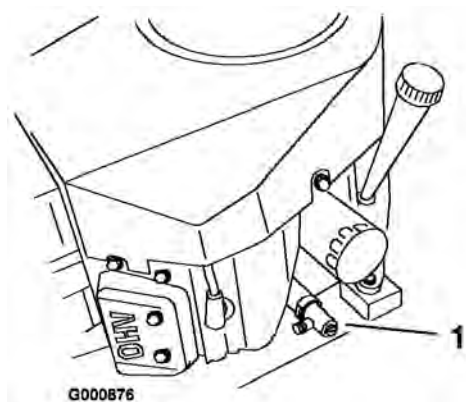

Bild 25
5. Schieben Sie den Ablassschlauch auf das Ölablassventil (Bild 25).
6. Stellen Sie eine Auffangwanne unter den Ölablassschlauch. Öffnen Sie das Ventil entweder mit einem Flachschraubenschlüssel oder einem 10 mm Schlüssel (Bild 25).
7. Drehen Sie das Ventilende nach links, um das Ventil zu öffnen (Bild 25).
8. Drehen Sie nach dem kompletten Abfließen des Öls das Ablassventil nach rechts, um es zu schließen (Bild 25).
10. Reinigen Sie den Bereich um den Peilstab und drehen den Verschlussdeckel ab (Bild 25).
11. Gießen Sie ca. 80 % der angegebenen Ölmenge langsam in den Einfüllstutzen (Bild 25). Siehe „Warten des Motoröls“ unter Warten des Motors, Seite 26.